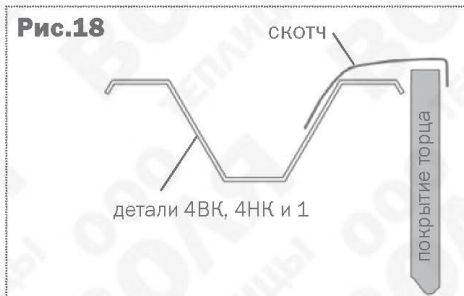

Рис.18
5. Подровняйте ножом куски покрытия по дугам **4н** и **4вк** и детали **1**, а затем закройте полученный срез скотчем в соответствии с рис.18.